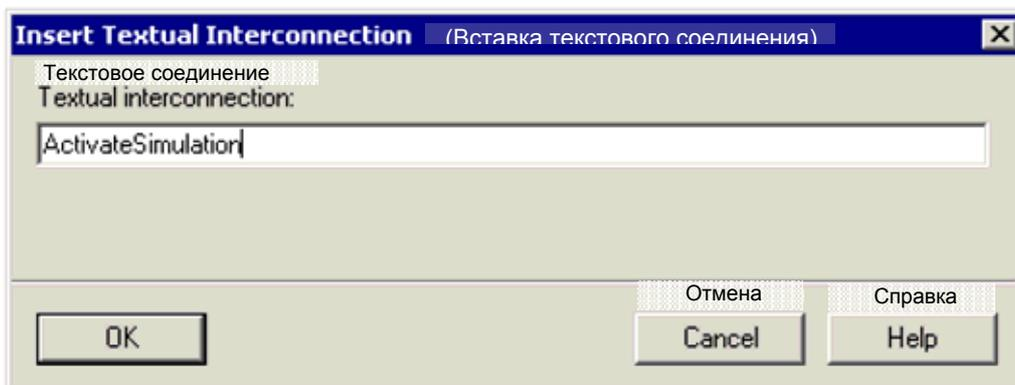

Рис. 5.7 Диалоговое окно "Insert Textual Interconnection" ("Вставка текстового соединения")
10. Задайте имя "ActivateSimulation" ("Активация модели") в поле "Textual interconnection" ("Текстовое соединение") (см. рис. 5.7).